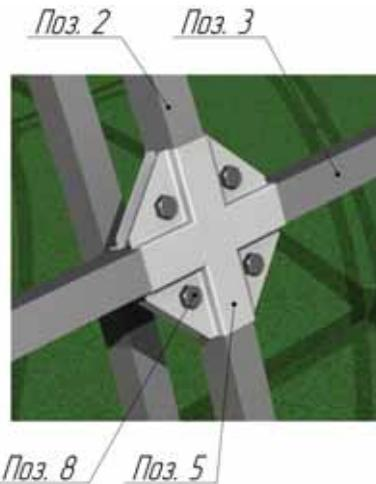

Рис. 8. Монтаж крепления-спайдер «Х-образного»
6. Закрепить на дуге (**Поз.2**) крепление-спайдер «Х-образный» (**Поз.5**) (не затягивать) (рис.8).